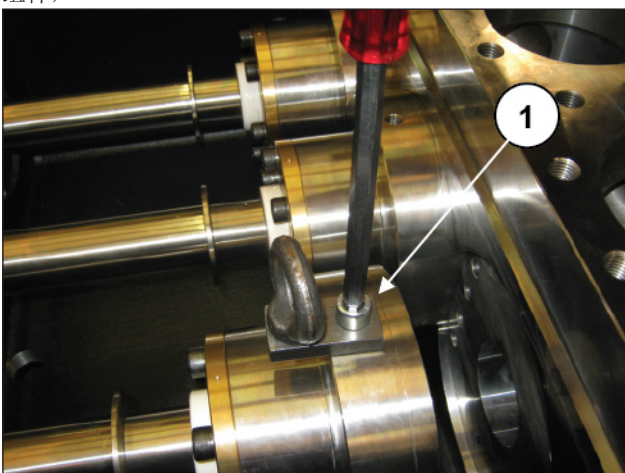
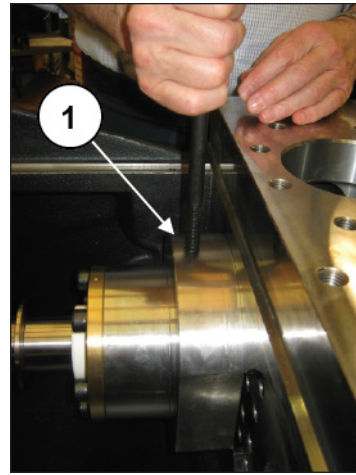

图 237
图 238
拆除起重工具(位置①，图 237)并在底座螺孔里安装一个螺钉或M12螺杆(位置①，图 238)一边更好地定向整个组件，